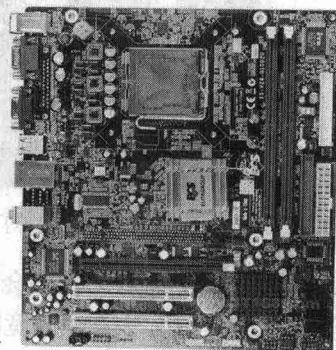

图 1-6 计算机的主板
(3) 电子技术有力地推动了计算机技术的发展，如计算机的主板，如图 1-6 所示。